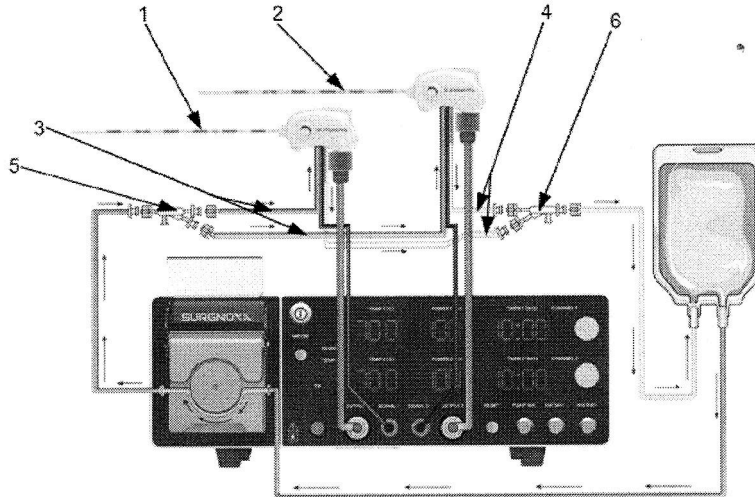

Fig. 5-2: Conexión de las antenas MWA dobles
antenas MWA. La operación específica se muestra en la Fig. 5-2.
6. Conectar el adaptador de tres vías B con el conector luer de los juegos de tubos de entrada-salida y dos antenas MWA. Conectar Con. 3 con el conector luer hembra de los juegos de tubos de entrada-salida, y conecte los conectores Con. 1 y Con. 2 con el conector luer macho de las antenas MWA. La operación específica se muestra en la Fig. 5-2.